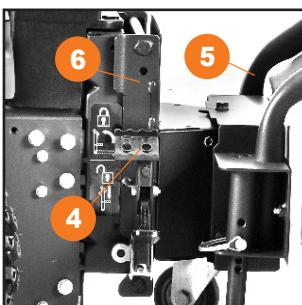

Рис. 12
- Удерживая машину за рукоятки, нажмите педаль ④ для отсоединения щетки ⑤ от корпуса ⑥ (Рис.12).